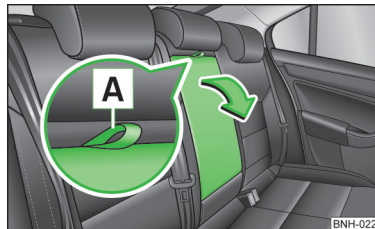

Abb. 56
- An der Schlaufe **A** » Abb. 56 ziehen und die Armlehne in Pfeilrichtung vorklappen.